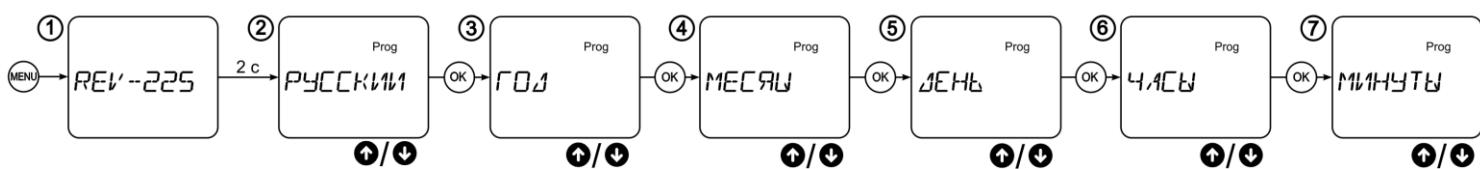

Рисунок 4 – Схема налаштування виробу при першому увімкненні
- 1) Натиснути на кнопку **MENU** – при цьому протягом 2 секунд на дисплеї буде відображатися назва виробу, потім REV-225 запропонує обрати мову (рисунок 4 поз.2);